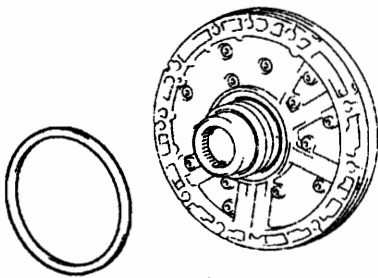
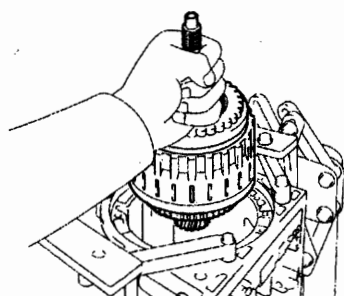

图 12-1-15
图 12-1-16
③如图 12-1-15 所示, 从前油泵上拆下 1 号止推轴承座圈。
(28) 拆下离合器鼓和输入轴总成。
①如图 12-1-16 所示, 从变速器壳上拆下离合器鼓和输入轴总成。